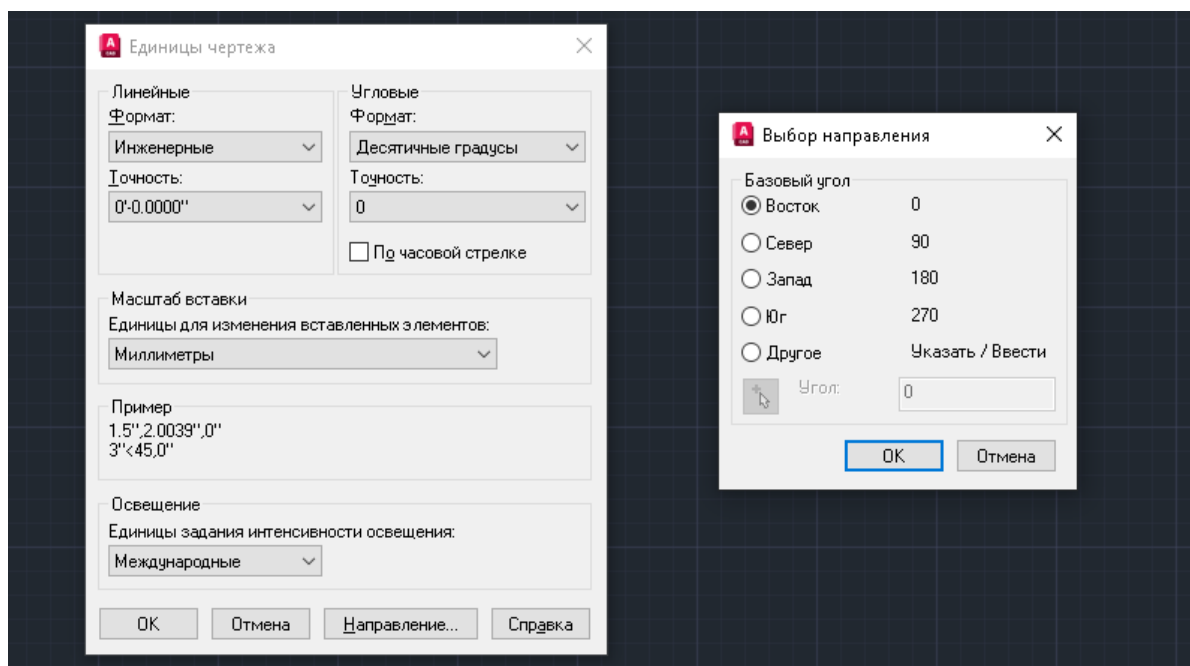

Рисунок 2 – Окно Единицы чертежа
2. В диалоговом окне **Единицы чертежа** (рис. 2) можно настроить: